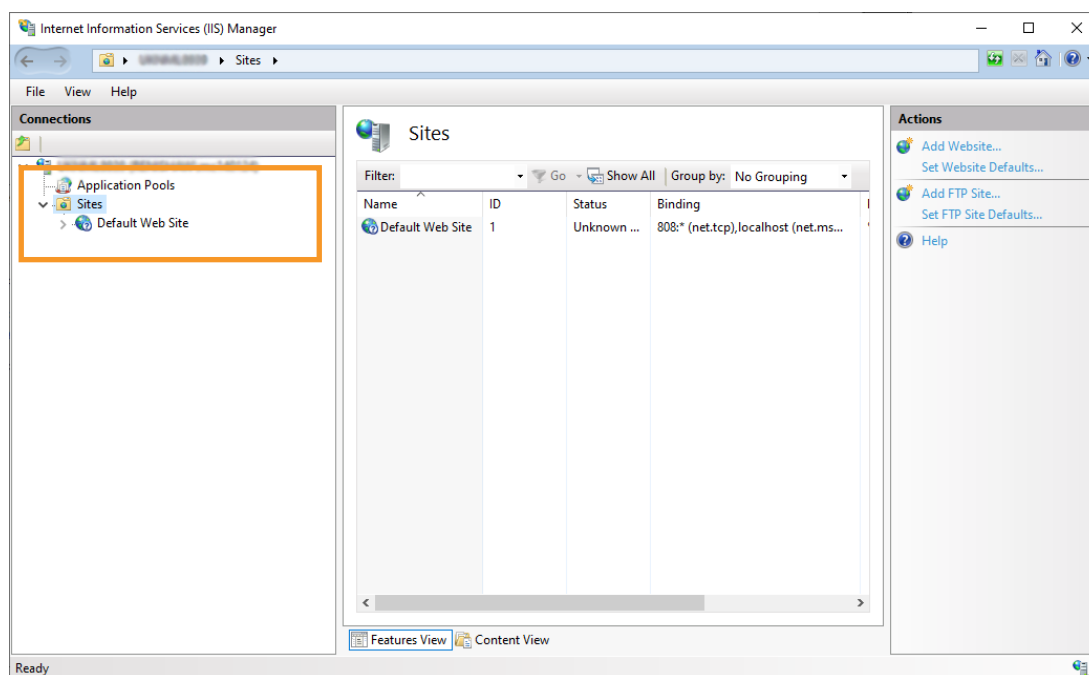

Figure 32 Développez l'onglet PC – Sites
2. Développez le menu **PC - Sites** du côté gauche de l'écran (voir la Figure 32).